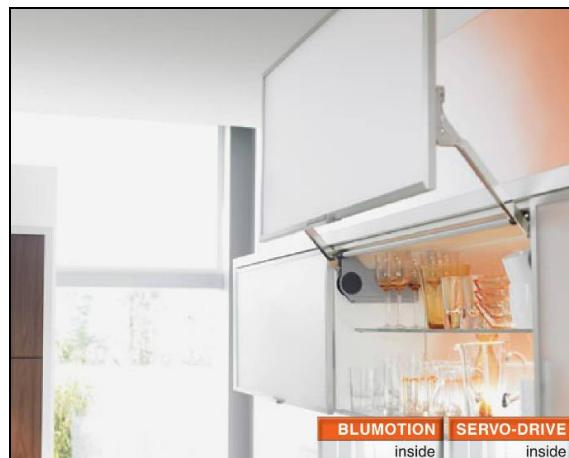

Рис. 40
- Вертикальный подъемник AVENTOS HL (Рис.40). Обучающий материал по установки и регулировки находится в разделе «Монтаж и регулировка» пройдя по ссылке:<http://www.blum.com/ru/ru/01/10/30/>